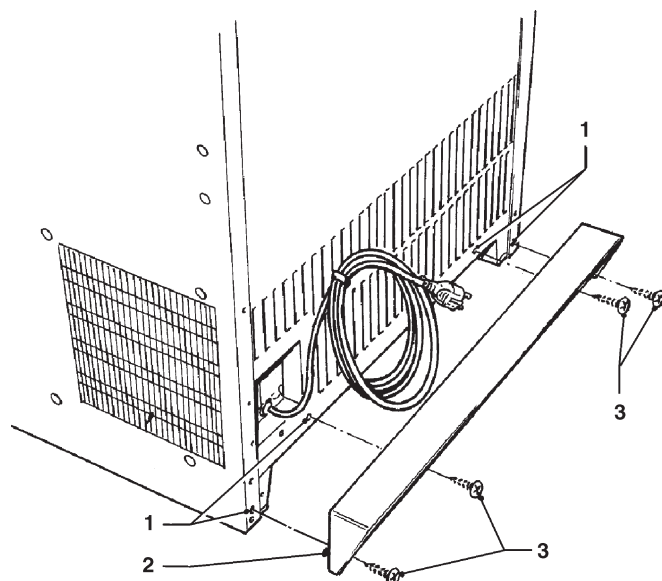

Fig. 2
Si ello no fuera posible, es necesario colocar el separador (2), entregado de serie, para garantizar la distancia mínima de la pared (ver la fig. 2).